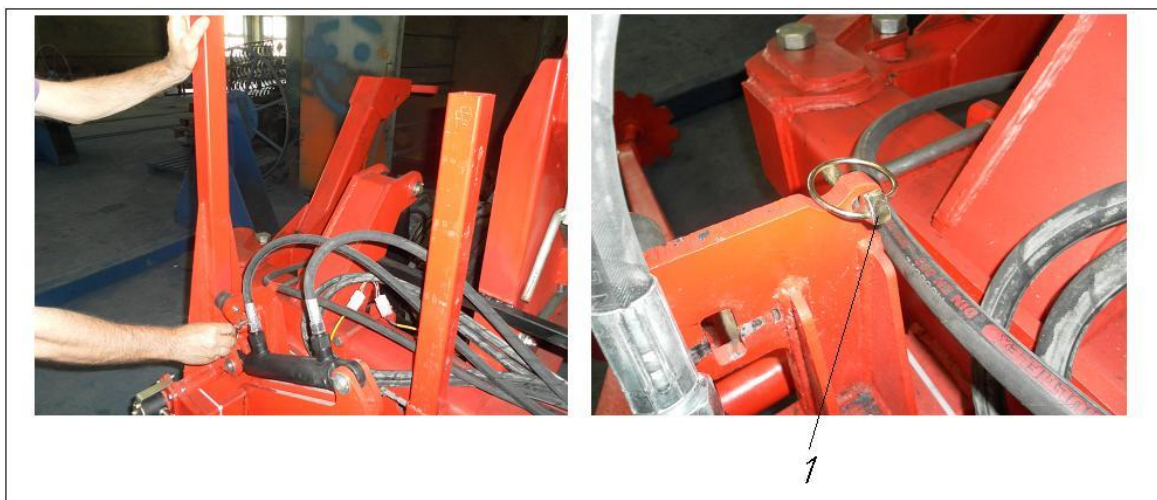

Рис. 77
6.14.1. Прижмите консоль маркера (см. Рис. 77).
6.14.2. Зафиксируйте маркер пружинным фиксатором (Рис.77/1).